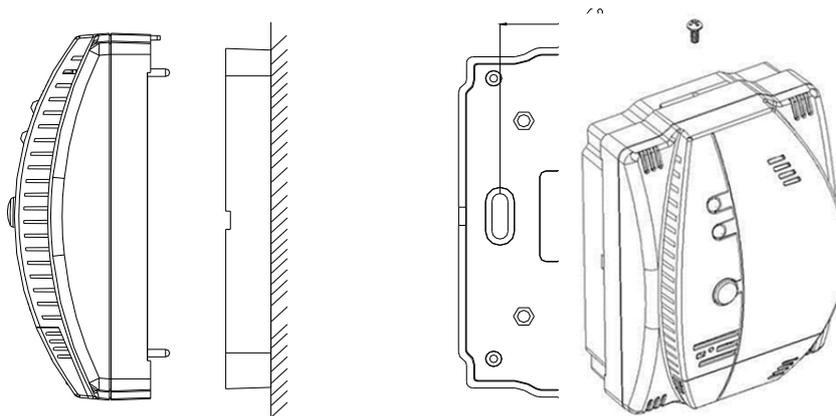

图 2-10
- (1) 首先将探测器底座固定在 86H50 预埋盒上（注意底座的安装方向：应将底座上的箭头向上安装），然后根据接线端子说明，将引线固定到底座上。
- (2) 将探测器安装到底座上。
- (3) 请将防拆螺钉（备附件）拧入底座侧面孔内，其安装示意图如图 2-10 所示。